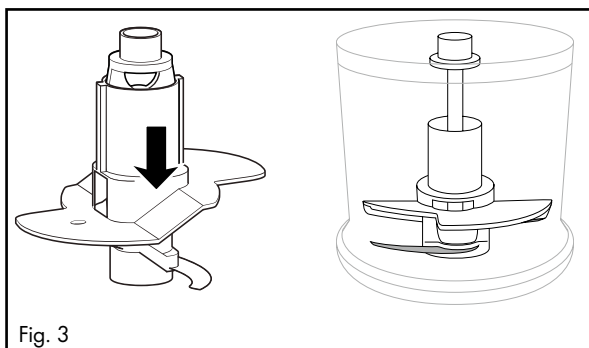

Fig. 3
- Pentru 200 ml de frișcă rotiți paletetele 10 orizontal la 180° (fig. 2), astfel încât acestea să nu se mai sprijine decât pe un cuțit 7 și să se fixeze (fig. 3). Astfel, acestea se vor ridica prin frișcă: